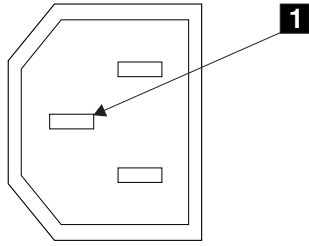

図4. アース・ピン
6. SAN ボリューム・コントローラー 2145-4F2のフレームと各主電源コネクターのアース・ピン間の導通を検査します。アース・ピンは、図 4 の **1** です。